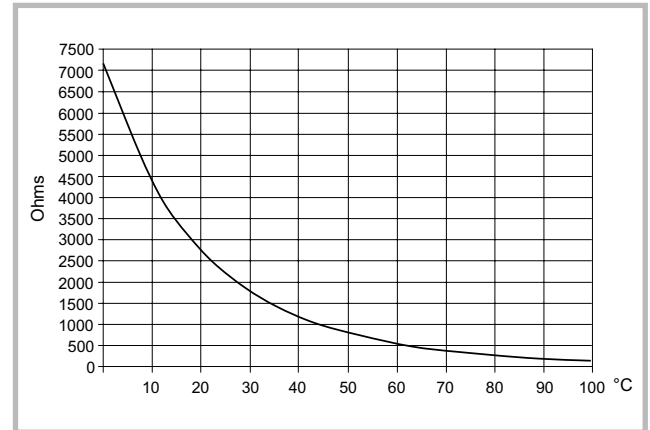

Figure 1 - Valeur ohmique des sondes (sonde sanitaire - sonde de chaudière)
- Valeur ohmique de la sonde (fig. 1) : 2200 ohms à 25 °C.